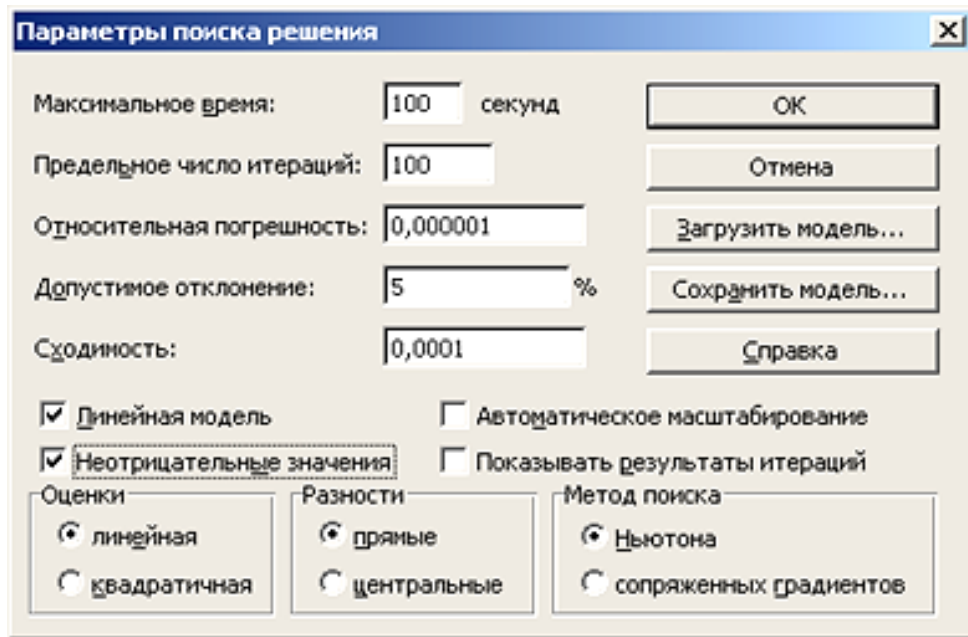

Рис. 10. Параметры для ЗЛП
8. Зазначення параметрів для розв'язку ЗЛП (рис. 10).